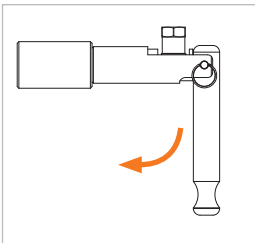

Abbildung 4
- ▶ Betätigen Sie den Spannschlüssel (Pos. 2) um 90° nach unten (*Abbildung 4*). Der Adapter zieht sich selbstständig an den Prüfling an und stellt eine druckdichte Verbindung her.